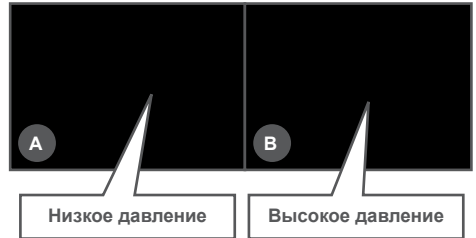

Рис. 12 Положения головки струйной трубки
2. Оттяните головку струйной трубки от себя (Рис. 12А).
Для отключения подачи моющего средства верните головку струйной трубки в рабочее положение (Рис. 12В).